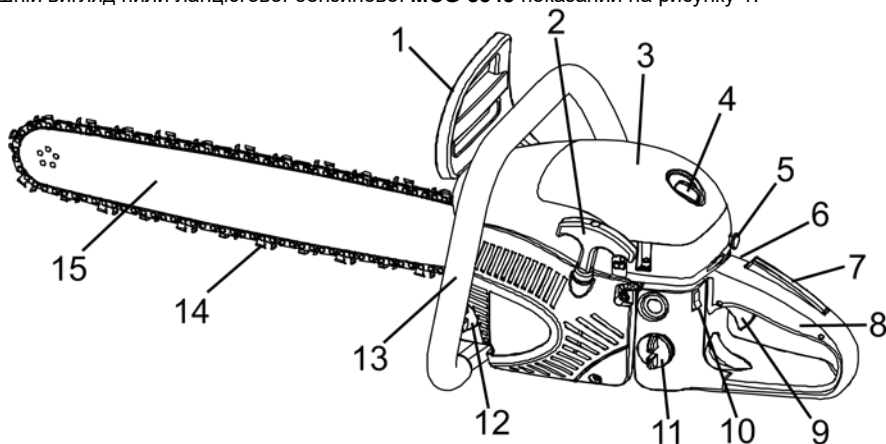

Рисунок 1
- переконайтеся у тому, що важіль захисного пристрою (1, рисунок 1) переведений у бік передньої рукоятки (гальмо ланцюга розблоковане);
- встановіть напрямну шину (15, рисунок 1). Перед встановленням шини обов'язково треба зняти транспортну прокладку з місця монтажу шини;
- пиляльний ланцюг (14, рисунок 1) накладіть на приводну шестерню (зірочку), а ланки ланцюга введіть в напрямний паз шини (15, рисунок 1), при цьому ланцюг повинен злегка звисати. Різальні кромки зубів ланцюга повинні бути спрямовані у напрямку його обертання;
Завжди змішуйте бензин та оливу в чистой ємності (рекомендовано використовувати ємність з комплектом постачання). Заповніть ємність бензином до нижньої позначки. Долийте оливу до необхідної позначки. Герметично закрийте кришку ємності та ретельно перемішайте суміш. Відкрутіть кришку паливного бака (11, рисунок 1) і, використовуючи лійку та фільтр з комплекту постачання, залийте в паливний бак приготувану паливну суміш. Горловина для заправлення паливом позначена відповідним значком.
При кожній заправці паливом обов'язково перевіряйте та, при необхідності, доливайте оливу для змащування пилляного ланцюга. Кришка горловини масляного бака (12, рисунок 1) позначена відповідним значком. Рекомендовано використовувати тільки спеціальну оливу для ланцюгів. Олива для ланцюгів значно знижує тертя та нагрів ланцюга і напрямної шини, полегшує їх очищення від стружки та пилу, надійно захищає від корозії та придатна до всесезонного використання.
- гальмо ланцюга відпущене (ланцюг рухається при натисканні на клавішу керування дросельною заслінкою), коли важіль гальма ланцюга з захисним пристроєм (1, рисунок 1) переведений у бік передньої рукоятки (13, рисунок 1). Це нормальне положення при роботі;
- перевірте, щоб гальмо ланцюга (1, рисунок 1) правильно функціонувало (пересуньте важіль вперед-назад): увімкнено (ланцюг не буде обертатися) – важіль гальма ланцюга переведений уперед (у бік пиляльної гарнітури), вимкнено – важіль переведений назад (у бік рукоятки);
- вимикач запалювання (10, рисунок 1) перемкніть в положення «I» (увімкнено);
- витягніть важіль керування повітряною заслінкою карбюратора (5, рисунок 1), заслінка перейде в положення «закрито»;
- декілька разів (приблизно 10) натисніть на праймер (паливний насос) (6, рисунок 1), доки він частково не заповниться паливом. Праймер, заповнений паливом більше ніж на половину свідчить, що до карбюратора надійшла паливна суміш;